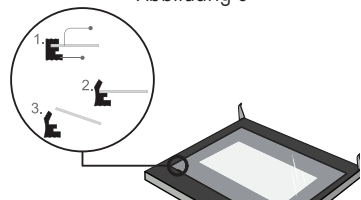

Abbildung 6
6. Entfernen Sie nach dem Entfernen des inneren Glases das mittlere Glas, wie in Abbildung 6 gezeigt. (Abbildung 6)